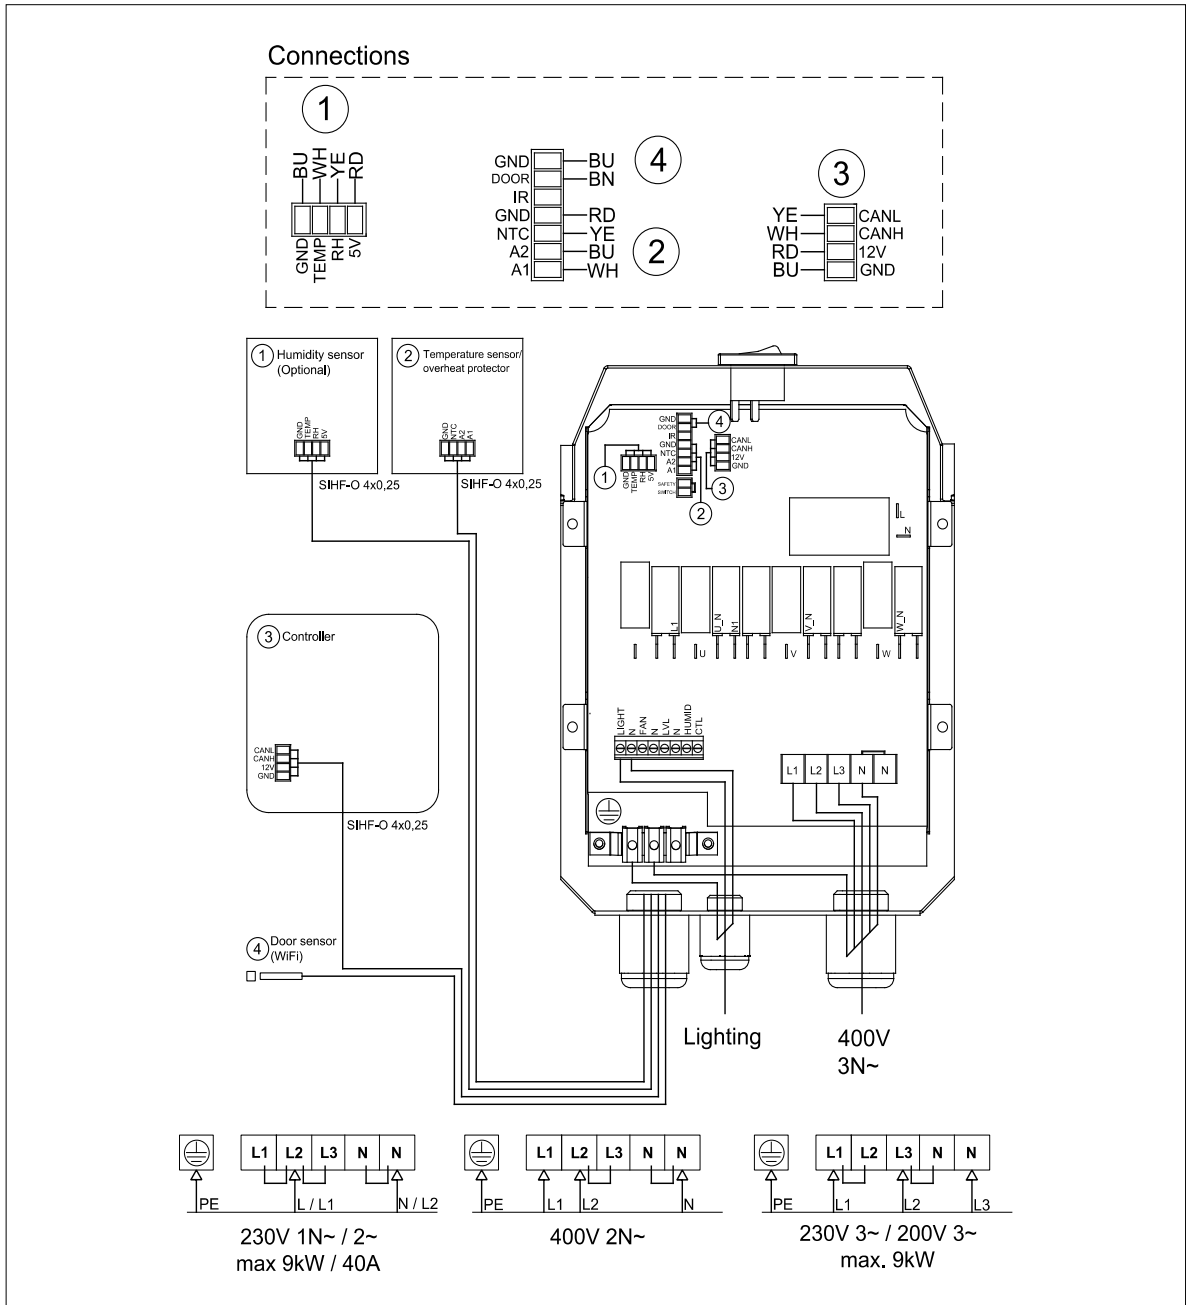

Bild 5.3-1: Kopplingsschema
6. När komponenterna av styrsystemet är installerade och kopplade kan en strömkabel anslutas till bastuaggregatet enligt kopplings-schemat (bild 5.3-1). En gummikabel typ H07RN F eller liknande används som strömkabel. Kabelns tvärsnitt och säkringsstorleken har visats i tabell 6.1-2. Krets-kortets kontakt CTL kan användas för att styra fastighetens elvärme. När bastuaggregatet kopplas på från styrpanelen får CTL-kontakten en spänning på 230V. Från denna kontakt erhålls styrs-pänningen för kontaktorer-na i fastighetens elcentral. Styrs-pänningen kan användas för att stänga av